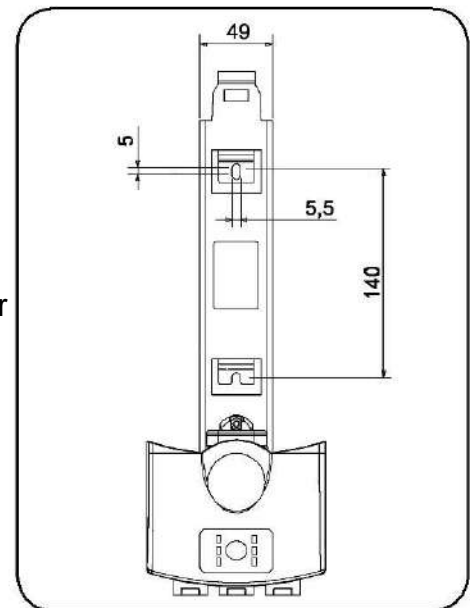
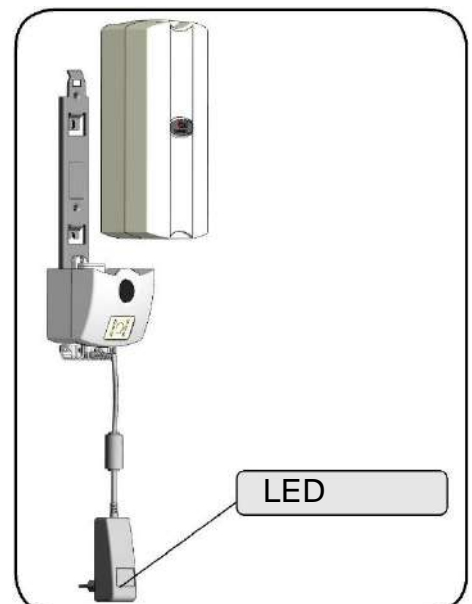

Figura 28
Figura 29
El cargador de pared (Figura 28) aporta al pack de baterías un punto fijo de carga permanente, en el que dispondremos de las baterías preparadas para su cambio. La conexión se realiza mediante el enchufe cargador de 230 V/ 50 Hz (Figura 29)
El cargador de pared se fija al soporte con riel que se instala en la pared (Figura 28). El soporte debe fijarse en un sitio plano y liso de la pared. Utilice los tacos y tornillos apropiados.
3. Compruebe que el indicador de carga de la batería está encendido con una luz LED verde (Figura 29).